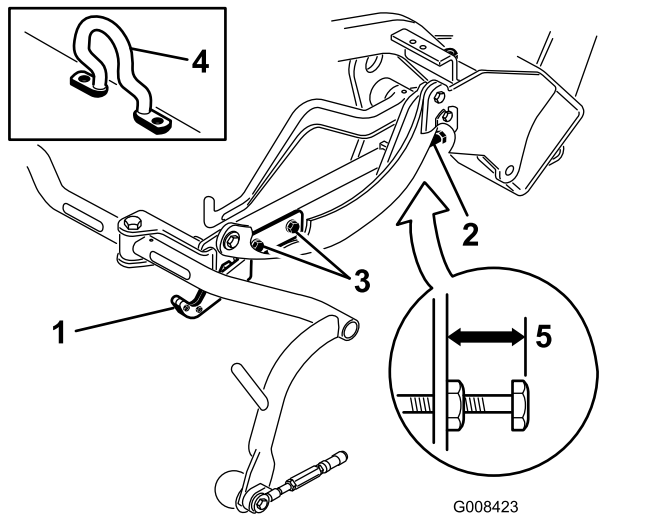
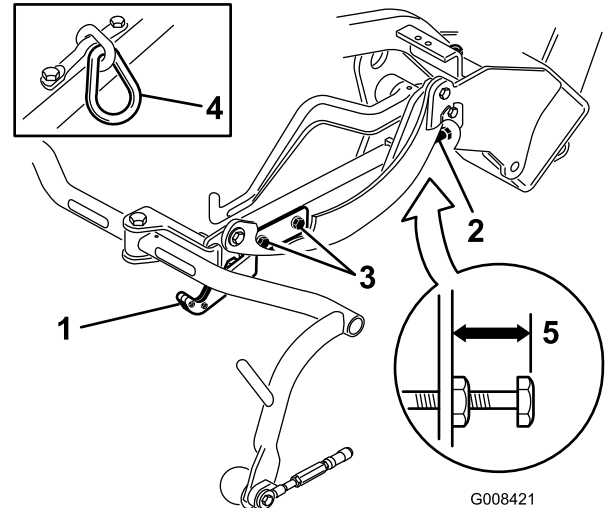
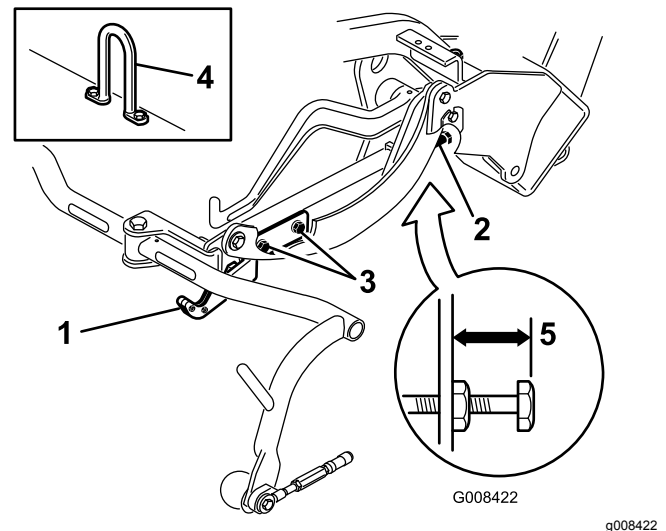

Рисунок 12
Рисунок 13
Рисунок 14
3. На режущих блоках, оборудованных звеном цепи или прямой подъемной проушиной (Рисунок 13 и Рисунок 14, врезка), убедитесь, что расстояние от верха регулировочного винта несущей рамы до задней стороны несущей рамы составляет 22 мм. Если расстояние не равно 22 мм, перейдите к этапу 4. Если режущий блок оборудован S-образным подъемным крюком (Рисунок 12), перейдите к следующему этапу.
Проверьте и при необходимости отрегулируйте транспортную высоту (Рисунок 13 и Рисунок 14).
2. На режущих блоках, оборудованных подъемной проушиной (Рисунок 12, врезка), убедитесь, что расстояние от верха регулировочного винта несущей рамы до задней стороны несущей рамы составляет 25 мм. Если расстояние не равно 25 мм, перейдите к пункту 4.
4. Ослабьте винты крепления транспортной планки (Рисунок 13, Рисунок 14 и Рисунок 12).
7. Если несущие рамы находятся на разной высоте, ослабьте контргайку на регулировочном винте несущей рамы (Рисунок 12, Рисунок 13 и Рисунок 14). Выкручивайте винт для подъема и вкручивайте для отпускания. При достижении требуемой высоты затяните контргайку.